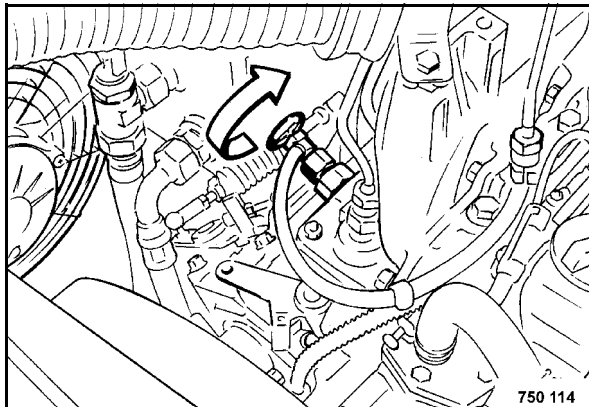

Fig. 123
- Abrir el tornillo de purga de aire (Fig. 123) situado en el extremo superior de la bomba de inyección.